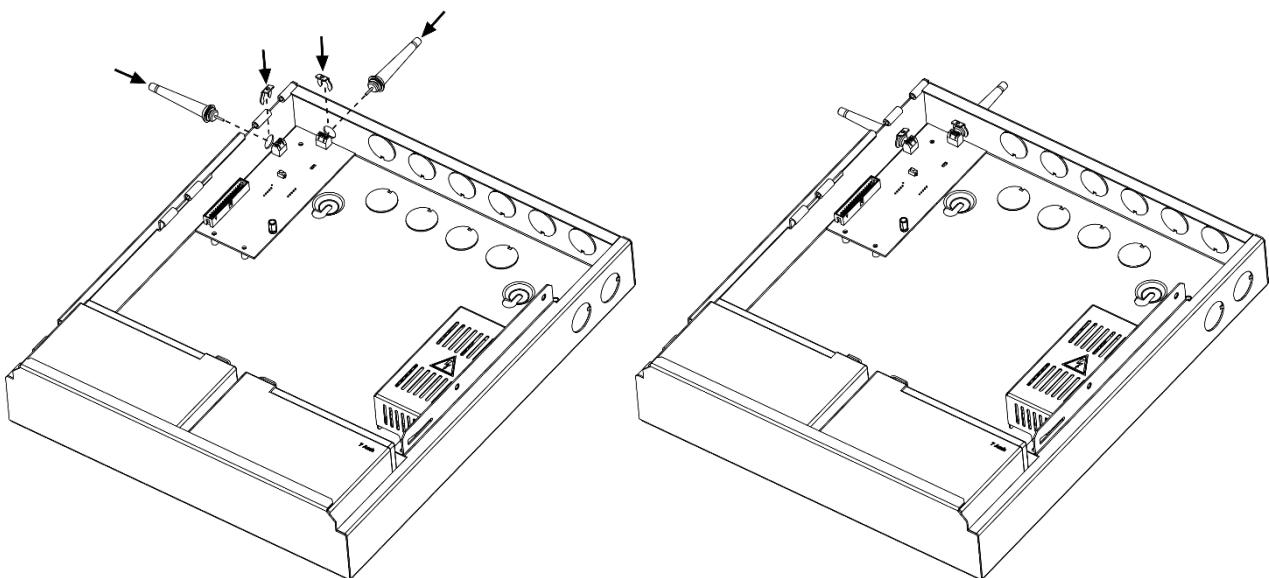

Рис. 64
- 1) При использовании радиоканального модуля коммуникации МК-ПТ вар. Р необходимо предварительно подключить антенны (контакты "A" колодок), закрепив их металлическими фиксаторами с внутренней стороны корпуса (рис. 64).